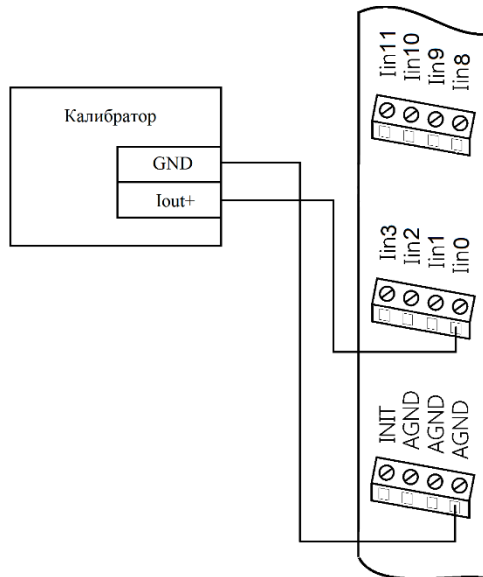

Рис. 4.5. Соединение приборов для юстировки токового диапазона модуля NLS-16AI-I-Ethernet(-2P)
- подключить калибратор к юстируемому каналу модуля аналогично с рис. 4.5;